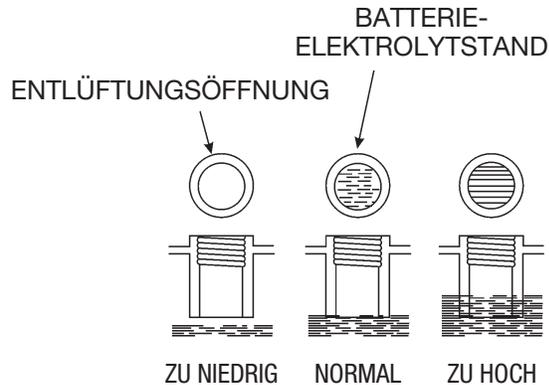

Abb. 59. Elektrolytstand der Batterie
- Die Batterie regelmäßig prüfen und sicherstellen, dass der Elektrolytstand überall den Boden der Entlüftungsöffnung erreicht (Abb. 59). Falls erforderlich, in einem gut durchlüfteten Bereich ausschließlich destilliertes Wasser nachfüllen.